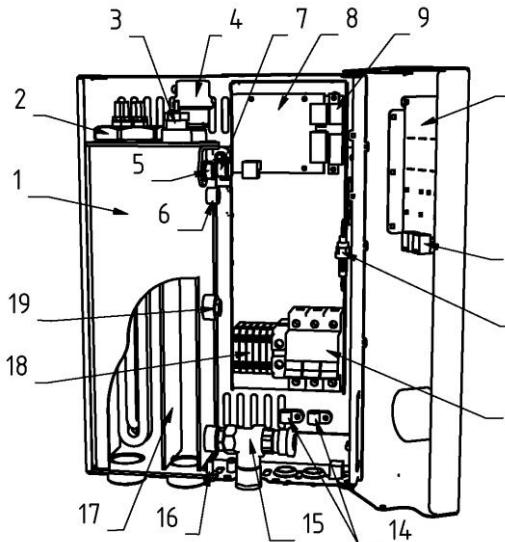

Рис. 4 Устройство прибора
- 4.3. Прибор (Рис. 4) состоит из теплоизолированного бака (1) с патрубками (Рис. 1) выхода (10) и входа (9) воды.
- 4.5. В баке, в зависимости от модели, (Рис. 4) установлены один или два блока нагревательных элементов (2). Блок-ТЭНЫ, изготовленные из нержавеющей стали, скомпонованы в несколько ступеней мощности.